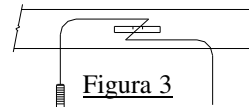

Figura 3
- Coloque (ítems 1 y 2) espaciadores y pernos de carruaje de 7/16 en su posición utilizando los cables de tracción provistos (ambos rieles). Deje el cable de tracción sujeto. Ver Figura 3.